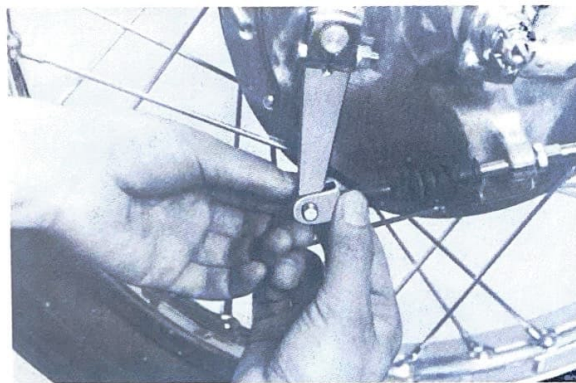

Fig. 31
Then tighten the adjuster lock nut. (Figs. 31, 32)
2. Insérer l'extrémité du câble et la fixer au levier de came de frein. Presser le levier et, tout en tirant la gaine du câble dans le sens opposé au levier, relâcher rapidement le levier en même temps que l'on accroche le câble au support. Ensuite, resserrer l'écrou de blocage de la vis de réglage. (Figs. 31 et 32)